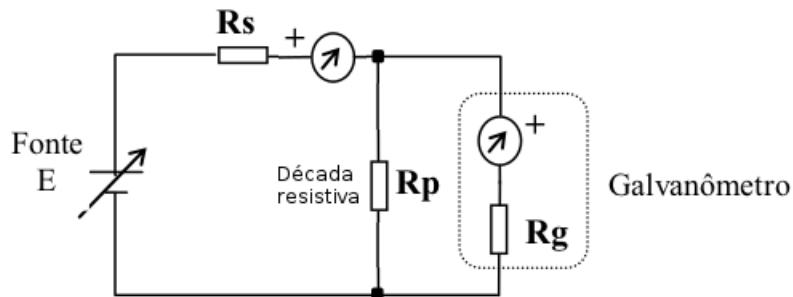

Figura 9: Circuito para determinação da *resistência interna* do galvanômetro. Note-se o uso da **década resistiva**.
- Mantendo o circuito e os valores de E e R_s determinados no tópico anterior, acrescente uma resistência R_p em paralelo com o galvanômetro, de acordo com a figura 9.